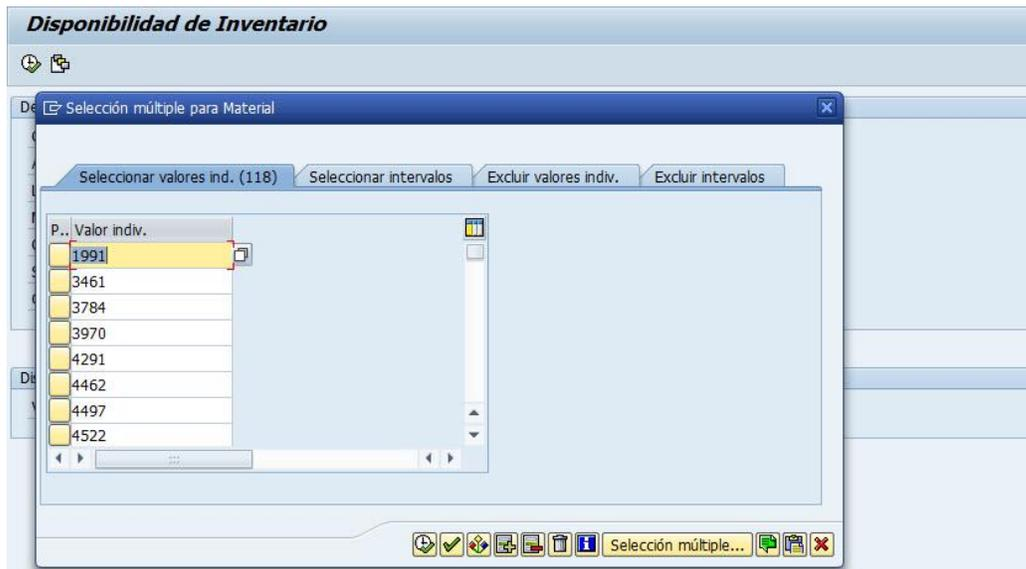

Figura 21: “Disponibilidad de Inventario”
c) En la pantalla se deben pegar los códigos de material para realizar la búsqueda. Ver Figura 21.